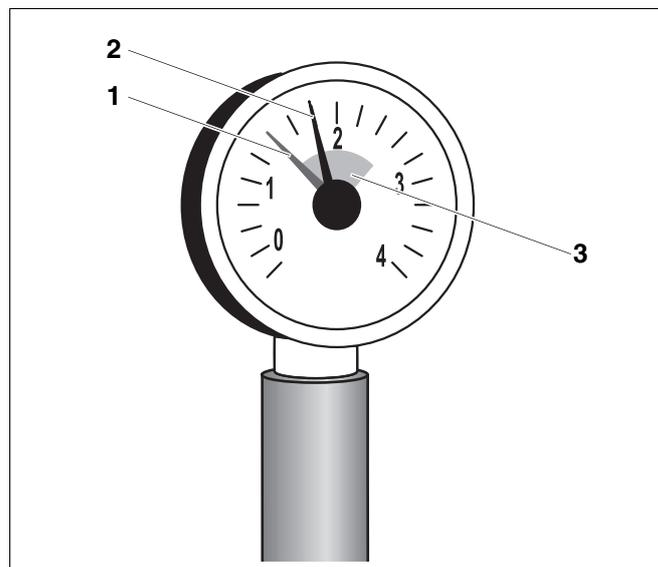

Рис. 6 Манометр для закрытых установок
У закрытых установок стрелка манометра (рис. 6, поз. 2) должна находиться в зеленой зоне (рис. 6, поз. 3).
Красная стрелка манометра (рис. 6, поз. 1) должна быть установлена на требуемое давление. Требуемое давление устанавливает наладчик.
- Проверьте, стоит ли стрелка манометра (рис. 6, поз. 2) в зеленой зоне (рис. 6, поз. 3).
Если стрелка манометра (рис. 6, поз. 2) не доходит до зеленой зоны (рис. 6, поз. 3), то давление воды слишком низкое. Необходимо восполнить потерю котловой воды, долив подпиточную воду.
- Заполняйте установку подпиточной водой через кран KFE (кран для заполнения и слива) до тех пор, пока стрелка манометра (рис. 6, поз. 2) не перейдет в зеленую зону.